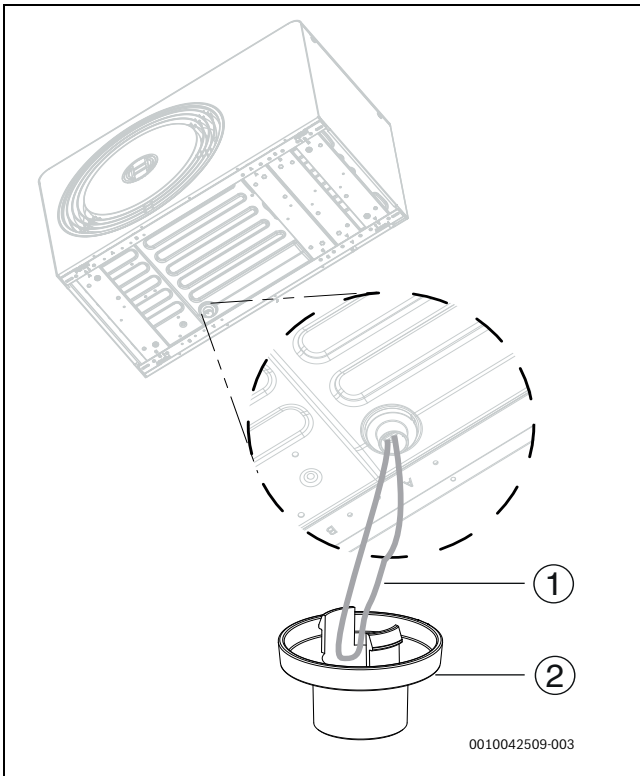

Fig. 28 Instalarea racordului de scurgere
7. Scoateți bucla încălzitorului tăvii de picurare și împingeți-o prin conectorul de evacuare (→Fig. 28). Atașați conectorul de evacuare la pompa de căldură.